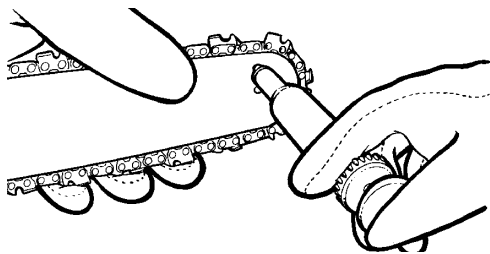

Fig. 28
3. Utilizando la Lube Gun (opcional), inserte la punta de aguja dentro del agujero de lubricación e inyecte grasa hasta que aparezca fuera del borde de la rueda dentada (Fig. 28).